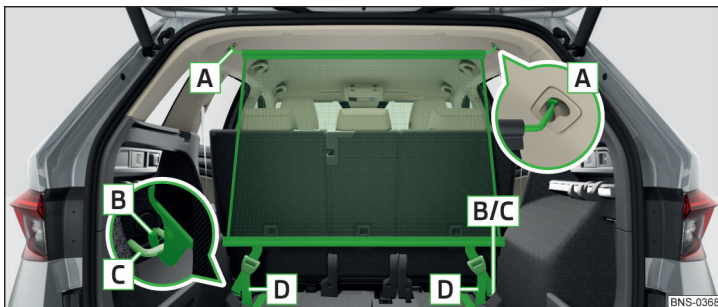

Abb. 149 Netztrennwand hinter den Rücksitzen
- › Zum **Einbau** die Querstange in die Aufnahme **A** erst auf der einen Seite einsetzen und nach vorn drücken. Auf gleiche Weise die Querstange auf der anderen Fahrzeugseite in die Aufnahme **A** einsetzen » **Abb. 149**.
- › Die Gurte an den freien Enden **D** straff ziehen » **Abb. 149**.